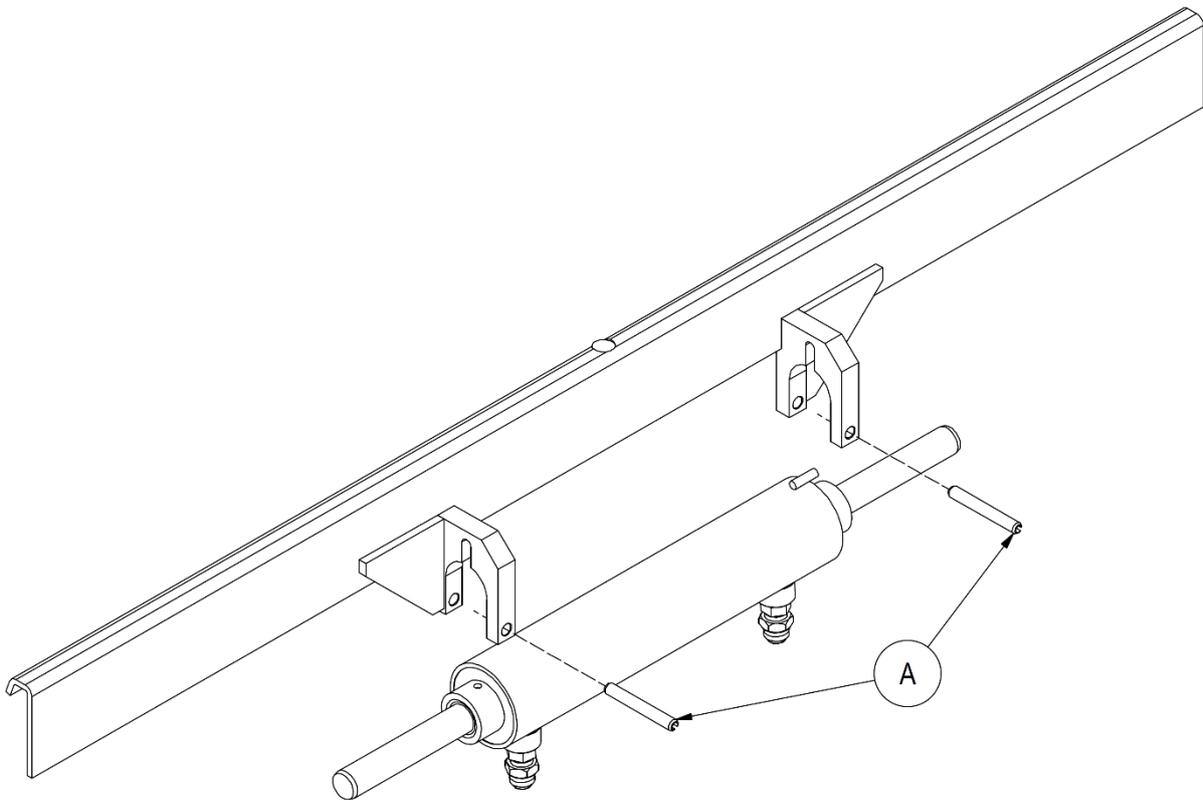

Figura 20
2. Retire los 2/4 pasadores elásticos **A** y retire el cilindro de su asiento (mira *Figura 20*).